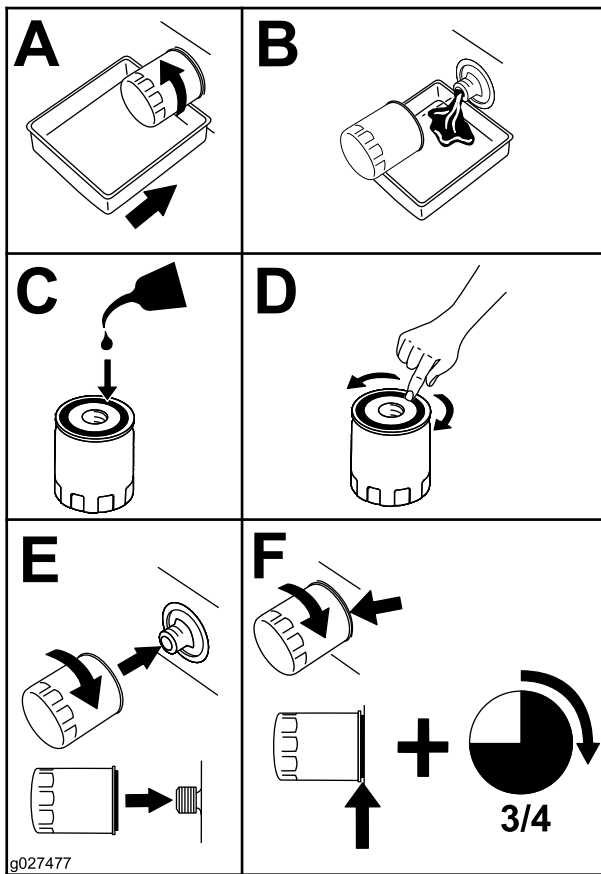

Bild 42
5. Tauschen Sie den Ölfiter wie in Bild 42 dargestellt.